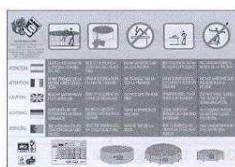

fig. 16
- Debe de colocar el adhesivo de advertencias en un lugar visible por ejemplo al lado de la escalera, fig. 16, 17.